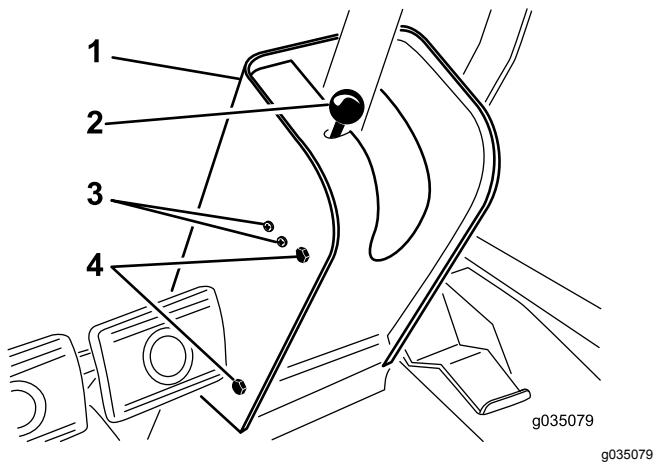

Figure 73
2. Retirez le pommeau de la tige du frein de stationnement et les vis du couvercle de la colonne de direction (Figure 73).
4. Desserrez les vis et écrous qui fixent le contacteur du frein de stationnement sur la gauche de la colonne de direction (Figure 73).